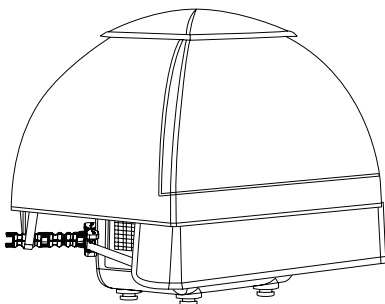

Fig. 4.3
- e. Le long du bord inférieur de l'auvent GenTent se trouve un sur-rabat. Relevez le rabat d'un coin à l'autre au-dessus des prises électriques. Cela révélera une bande de fixation. (Fig. 4.3)